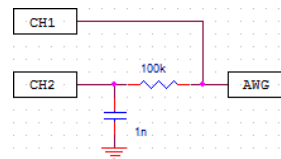

Abbildung 59: RC-Schaltkreis
- 1) Bauen Sie die Schaltung nach Abbildung 59 auf.